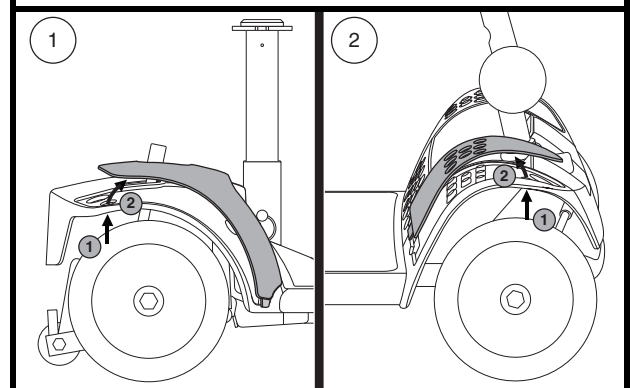

Figure 11. Panneau aile
2. Poussez dans l'orifice afin de séparer le panneau du Travel Scooter. **Voir la figure 11.**
**NOTE:** Lors de l'installation des panneaux d'ailerons arrière et avant, assurez-vous de bien insérer l'onglet dans sa fente avant de fixer le panneau en place. **Voir la figure 11.**